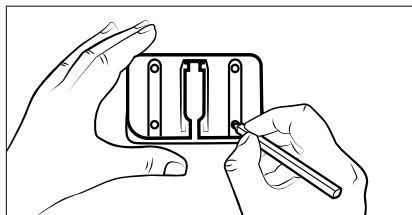

Fig. 5
- 3) Utilizați suportul pentru perete **18** pentru a marca poziția celor patru găuri pe perete (a se vedea fig. 5).